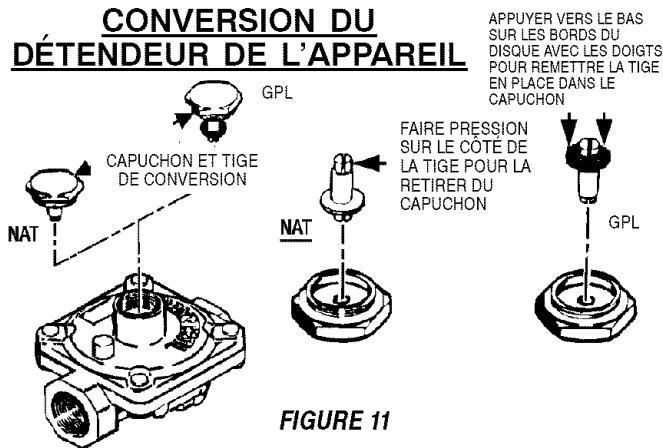

FIGURE 11
B. INVERSER LE CAPUCHON DANS LE DÉTENDEUR (voir la figure 11).
B. INVERSER LE CAPUCHON DANS LE DÉTENDEUR (voir la figure 11)